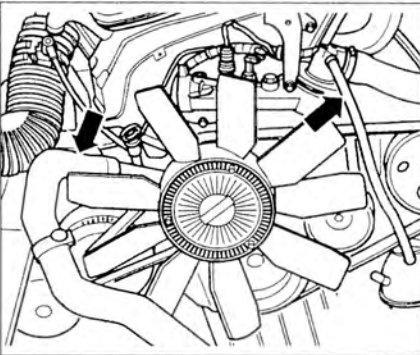

Рис. 2.5. Ослабьте винты зажимов и отсоедините трубки охлаждающей жидкости (стрелки) от двигателя.
14. Ослабьте винты зажимов и отсоедините трубки охлаждающей жидкости (стрелки) от двигателя (рис. 2.5).